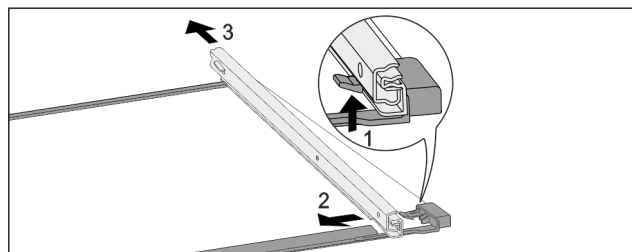

Fig. 233 Tablette en verre avec rails
- Pousser le crochet d'enclenchement avant vers le bas. Fig. 233 (1)
- Pousser le rail télescopique vers le côté Fig. 233 (2) et vers l'arrière Fig. 233 (3).